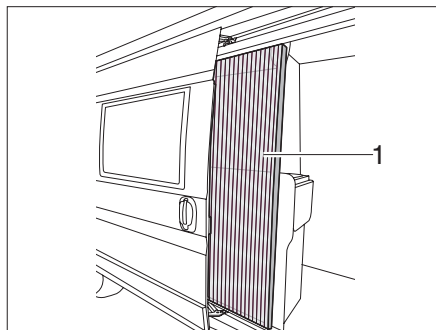

Fig. 31 Protezione contro gli insetti
- ▶ Estrarre completamente la protezione contro gli insetti dal listello (Fig. 31,1).
- ▶ Spingere indietro sul listello (Fig. 31,1) la protezione contro gli insetti fino a portarla nella posizione iniziale.